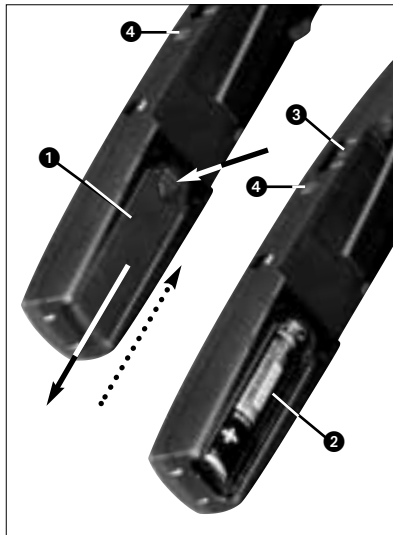

Fig. 2: Come inserire la batteria
Vedi fig. 2:
nuova (2) nello scomparto batteria come indicato nella fig. 2.
5. Portate l'interruttore ON/MUTE/OFF (3) in posizione ON.